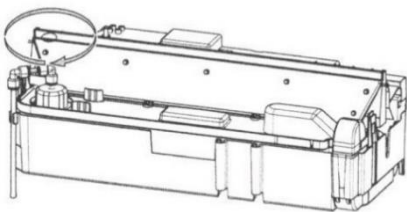

Fig 23
5. Sie sehen zwei orange Clips, die die Düse auf dem Sumpf befestigen, ein Clip befindet sich auf der rechten und der andere auf der linken Seite der Düse. Auf der linken Seite drücken Sie den Clip mit einer Hand herunter, mit der anderen heben Sie die Düse heraus. Gehen Sie auf der anderen Seite genauso vor (Abb. 23).